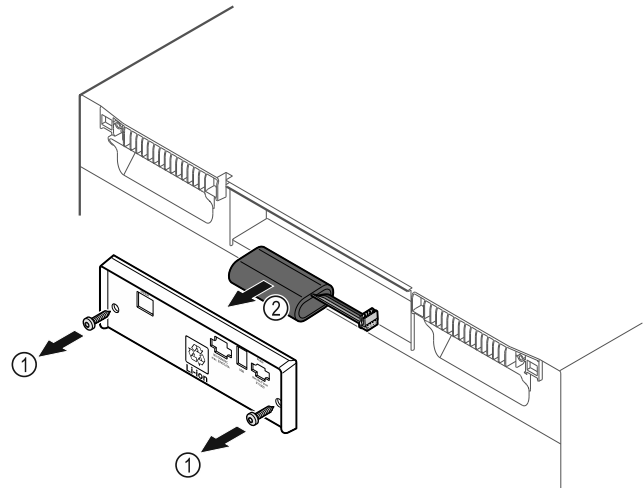

Fig. 173
- ▶ Schroeven eruit draaien en het afdekplaatje aan de achterkant van het apparaat verwijderen Fig. 173 (1).
- ▶ Batterij ontkoppelen en verwijderen Fig. 173 (2).